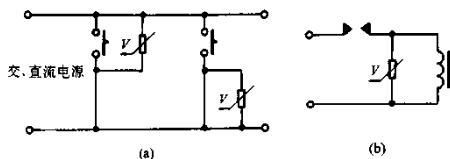

图 2-15 继电器触头线圈消火花电路
(1)继电器触头线圈消火花保护电路:这类保护电路见图 2-15。